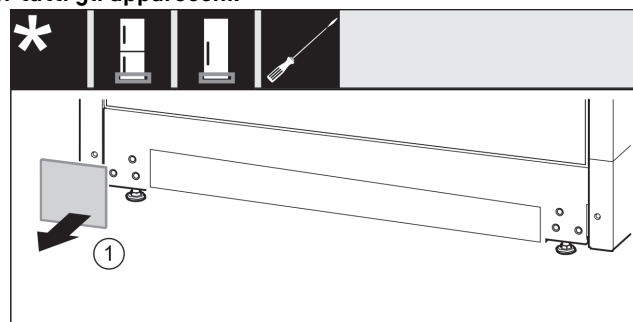

Fig. 12
- ▶ Togliere la copertura. Fig. 12 (1)